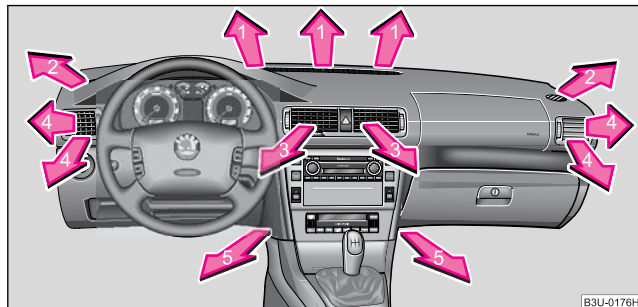
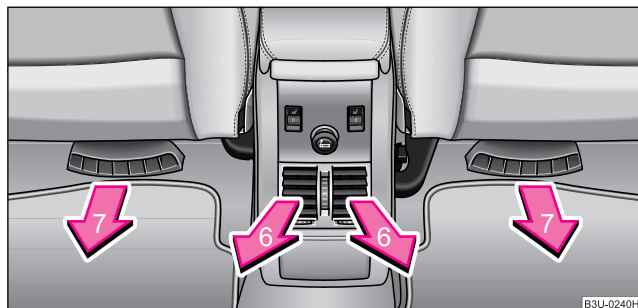

Fig. 104 Gurile de ventilație din față
Fig. 105 Gurile de ventilație din spate
- Îndreptați gurile de ventilație **3** și **4** ♥ pagina 114, fig. 104 în sus.
Gurile de ventilație 3 și 4 ♥ fig. 104 și 6 ♥ fig. 105 se pot regla și separat.